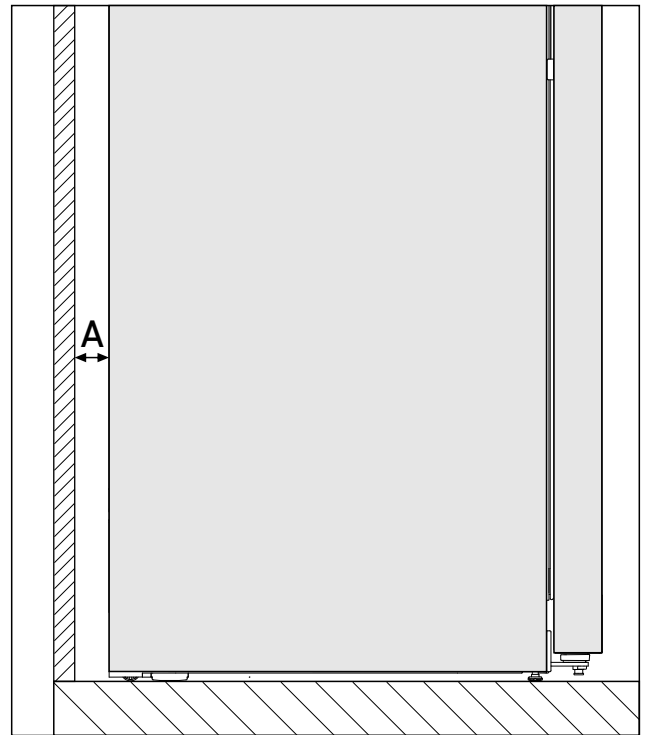

Fig. 2 *
Az energiafogyasztás megállapítása a készülék hátoldala és a fal közötti Fig. 2 (A) távolság mellett történt. Ha a faltól való távolság kevesebb mint Fig. 2 (A), az nincs hatással a készülék működőképességére, viszont ha túl csekély a faltól való távolság, az kis mértékben megnöveli a készülék energiafogyasztását.*